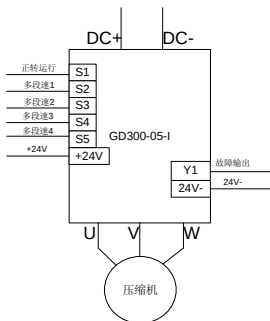

图 2-15 用户端子接线示意图
- (1) 按照图 2-6 和图 2-15 接线上电后，设置 P02.00=0（电机类型选为异步电机）；
- (2) 设置 P00.18=1 恢复出厂值（恢复出厂值对 P02 组参数无效）；
- (3) 确认 P02 组电机参数是否与现场使用一致。异步电机出厂参数如下表所示，若现场要驱动的电机参数与以下 P02 组出厂值不一致，需要以现场电机参数为准；
- (1) 按照图 2-6 和图 2-15 接线上电后，设置 P02.00=1（电机类型选为同步电机）；
- (3) 设置 P00.03 和 P00.04 为同步电机额定频率；
- (4) 设置 P02 组电机参数，同步电机出厂参数默认如下，若现场要驱动的同步电机参数与以下 P02 组出厂值不一致，需要重新设置以下功能码：